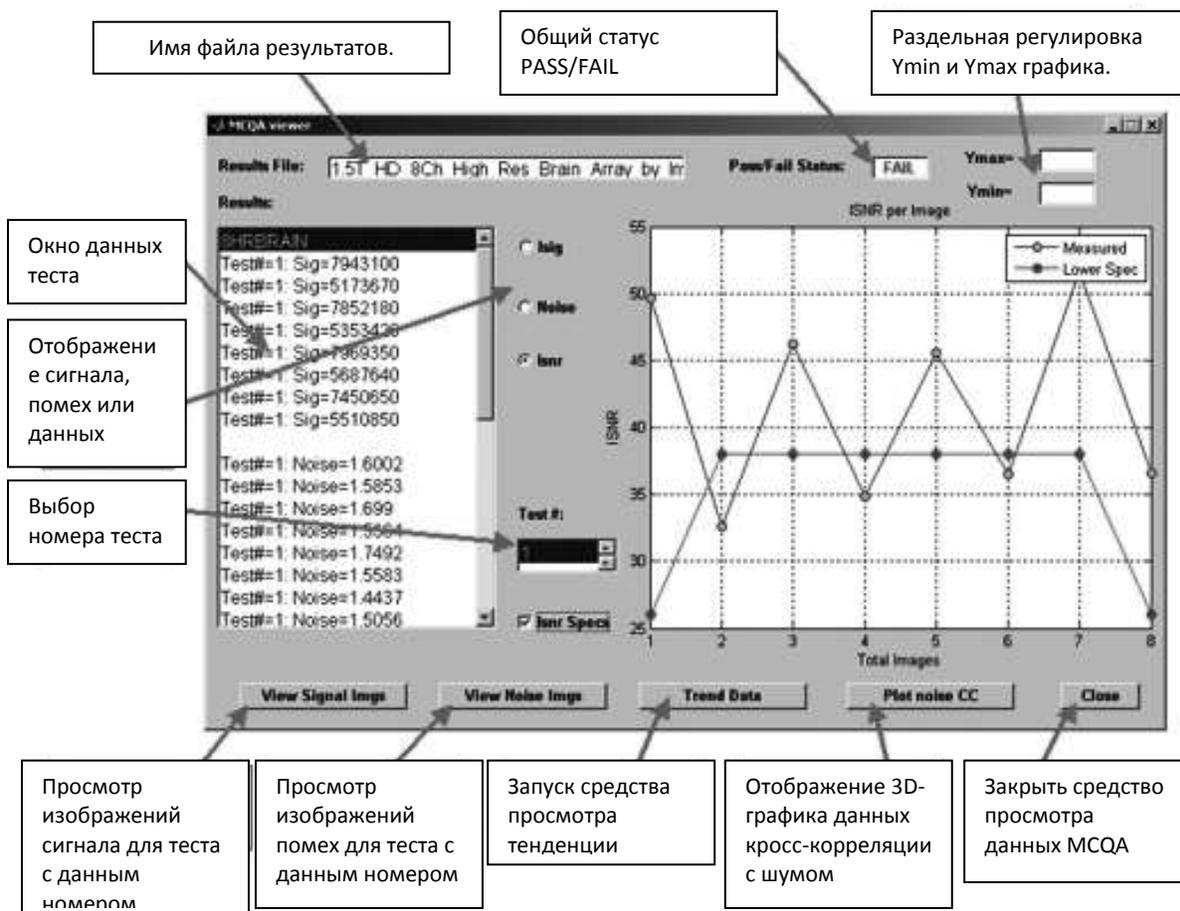

Рис. 7
**Примечание.** Откроется окно просмотра результатов, изображенное на Рис. 7. В его верхней части находятся поля Results File (Имя файла результатов) и Pass/Fail Status (Результат теста — пройден/не пройден).